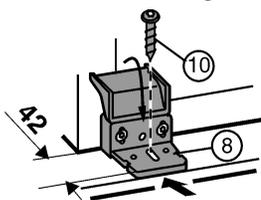

Fig. 21
- ▶ Preassemblare la squadra di plastica Fig. 21 (8) con una vite lunga Fig. 21 (10) al centro attraverso l'asola.
- ▶ Chiudere il coperchietto sulla squadra di plastica Fig. 21 (8).